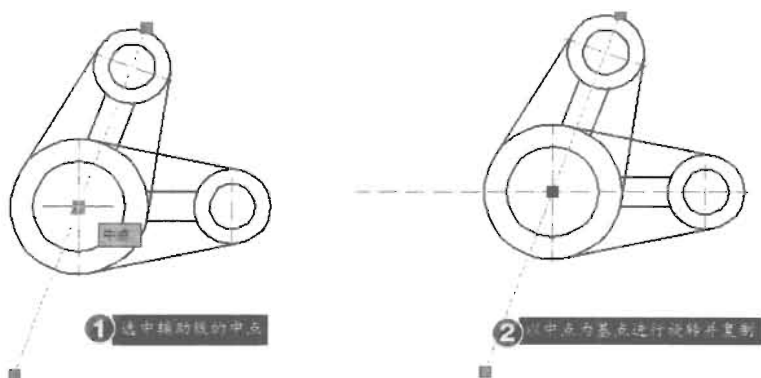

图 4-37
(3) 选择最长的那条辅助线,再选中它中间的夹点,将它移动到大圆的圆心上,然后按两次空格键,将其旋转并复制,命令执行过程如下,结果如图 4-37 所示。